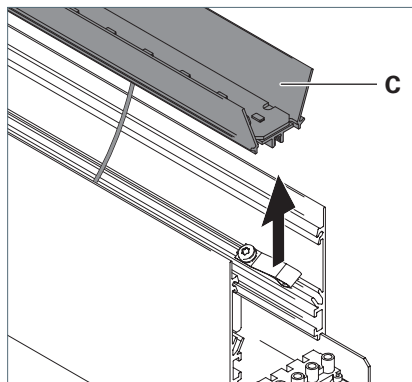

Fig. 20: Retirer le réflecteur.
- Retirez le réflecteur **C** et déposez-le à côté du luminaire, voir Fig. 20.